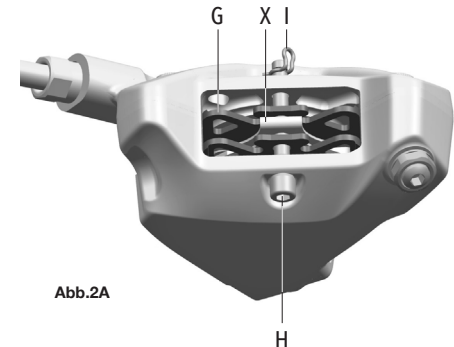

Abb.2A
- Bremsbelag (G - Fig.2A)
- Feder (X - Fig.2A)
- Befestigungsschraube der Bremsbeläge (H - Fig.2A)
- Befestigungssplint der Schraube der Bremsbeläge (I - Fig.2A)